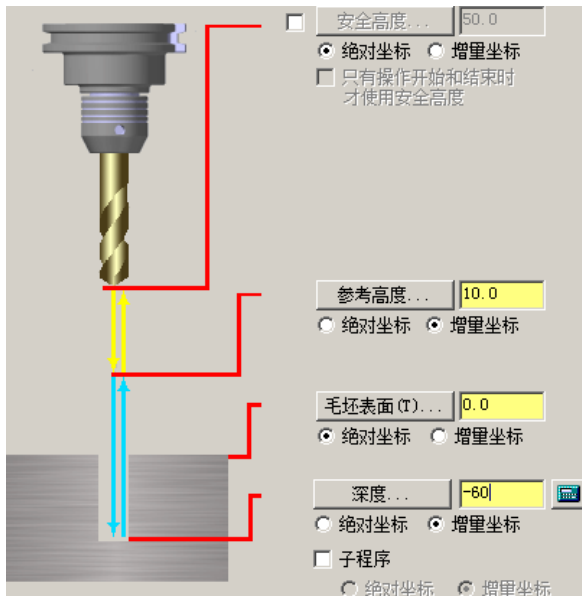

图 4.8.36 “连接参数”设置界面
(5) 设置刀具参数。
① 完成上步操作后，在“2D 刀路-钻孔/全圆铣削 深孔钻-无啄孔”对话框的刀具列表中双击该刀具，系统弹出“定义刀具”对话框。
② 设置刀具号。在 **刀具编号** 文本框中将原有的数值改为 3。
③ 设置刀具的加工参数。在 **进给率** 文本框中输入值 300.0，在 **下切速率** 文本框中输入值 200.0，在 **提刀速率** 文本框中输入值 800.0，在 **主轴转速** 文本框中输入值 1000.0。
④ 设置冷却方式。单击 **冷却液** 按钮，系统弹出“冷却液”对话框，在 **Flood**（切削液）下拉列表中选择 **On** 选项，单击该对话框中的 **确定** 按钮，关闭“冷却液”对话框。
(6) 单击“定义刀具”对话框中的 **精加工** 按钮，完成刀具的设置，系统返回至“2D 刀路-钻孔/全圆铣削 深孔钻-无啄孔”对话框。
(7) 设置连接参数。单击 **连接参数** 节点，切换到连接参数界面；设置图 4.8.36 所示的参数。